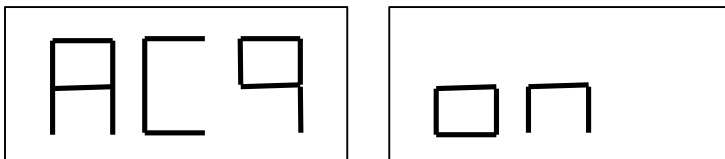

Figura F3.10 - Mensaje “Balancing planes acquisition enabled” (Adquisición del balanceado de planos habilitada)
3. Seleccione el modo de adquisición del balanceado del plano pulsando [P2]  hasta que aparezca escrito en la pantalla izquierda ACQ , tal como se muestra en la figura F3.10. Con la máquina encendida, el modo de adquisición se fija por defecto;